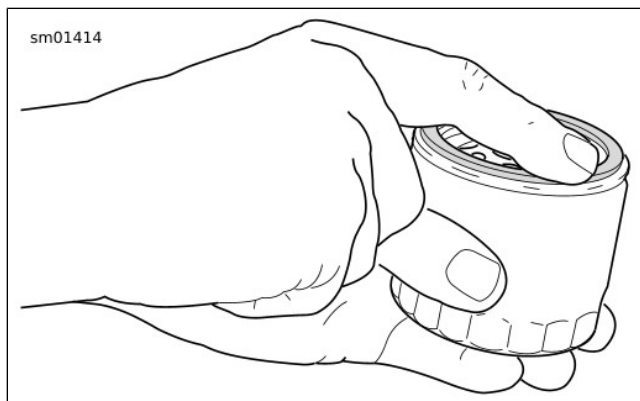

Figura 66. Lubrificazione della nuova guarnizione del filtro dell'olio
7. Vedere Figura 66 . Installare il **nuovo** filtro dell'olio.